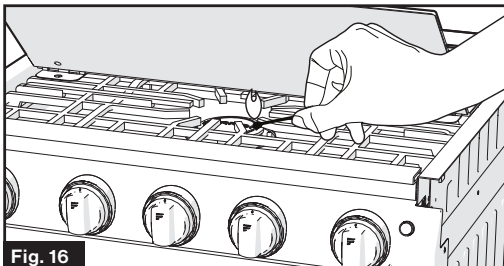

Fig. 16
2. Encienda y coloque inmediatamente un fósforo largo de madera o un encendedor de gas cerca del quemador para encenderlo. (Fig. 16)